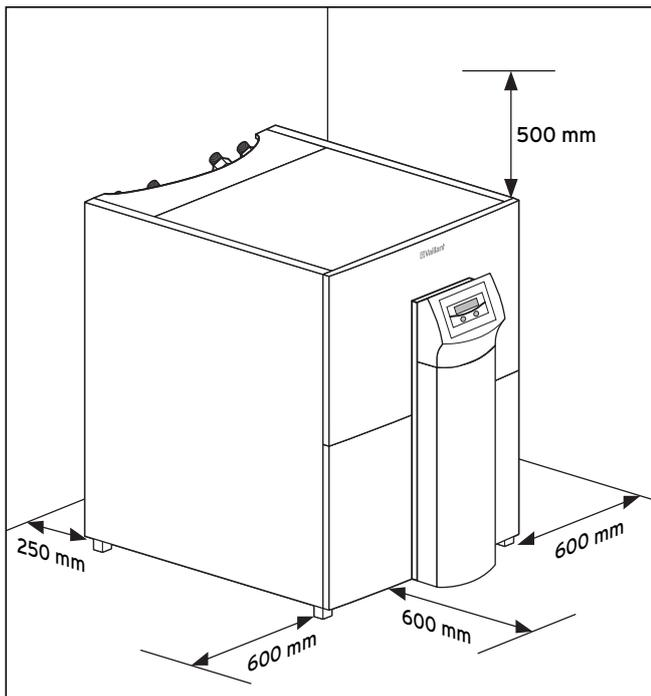

Abb. 4.2 Mindestabstände zur Aufstellung der Wärmepumpe
- Beachten Sie beim Aufstellen der Wärmepumpe die Mindest-Wandabstände (siehe Abb. 4.2).